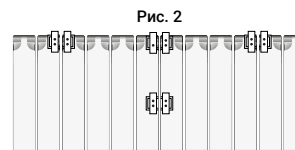

Рис. 2
5.13 Для монтажа радиаторов с числом секций до 10 используйте не менее 3 кронштейнов, до 14 секций - не менее 4 кронштейнов (3 сверху и 1 снизу) (см. рис. 2).